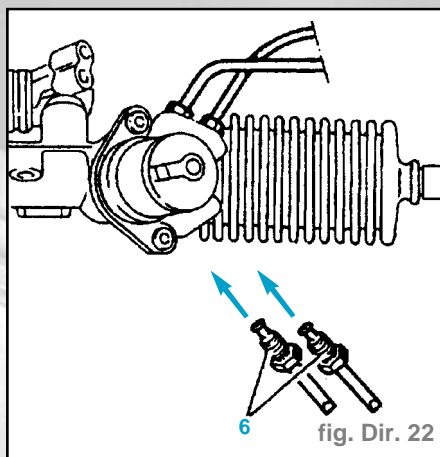

fig. Dir. 22
- Monter sur la valve les deux embouts (bouchons) (fig. Dir. 22).
- Monter sur la valve les deux embouts (9) (bouchons) (fig. Dir. 22).